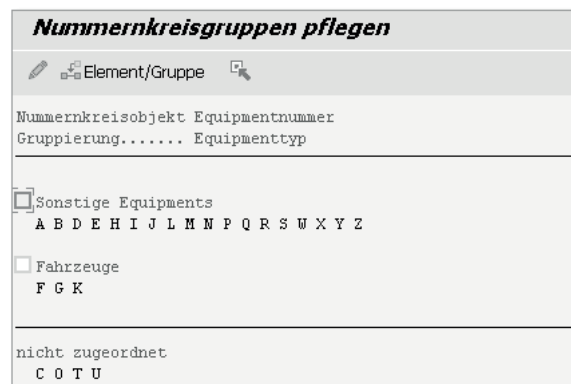

Abbildung 4.8 Nummernkreisgruppen
- ▶ Dort erhalten Sie dann eine Übersicht, welche Gruppen bereits existieren und welche Objektarten (im vorliegenden Fall Equipmenttypen) welchen Gruppen zugeordnet sind bzw. welche Objektarten noch nicht zugeordnet sind (siehe Abbildung 4.8).